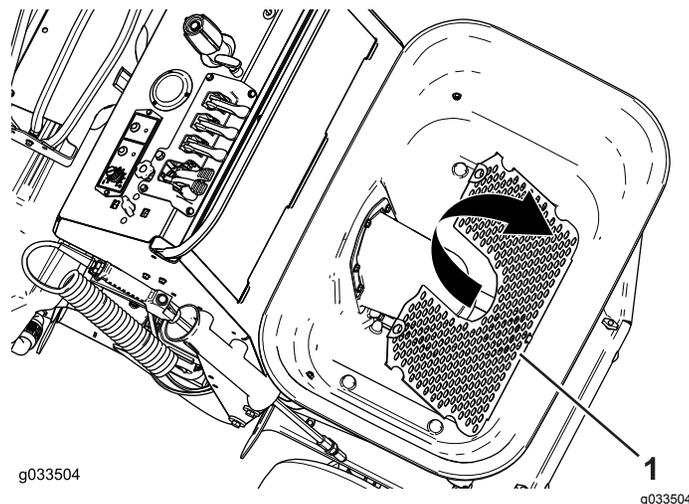

Figure 48
5. Inclinez le filtre au bas de la trémie vers l'avant pour nettoyer les composants inférieurs de la trémie (Figure 48).